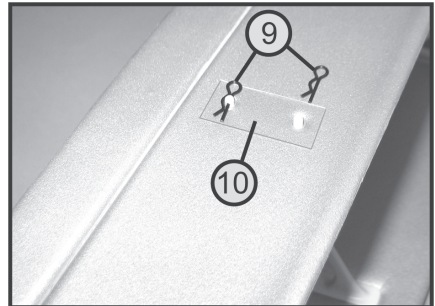

Bild 14
Setzen Sie anschließend die untere Tragfläche mittig auf das Modell und befestigen sie mit den beiliegenden Gummiringen (9). Die Bolzen der Tragflächenstreben müssen dabei in die vorbereiteten Öffnungen der unteren Tragfläche greifen (siehe Bild 14).